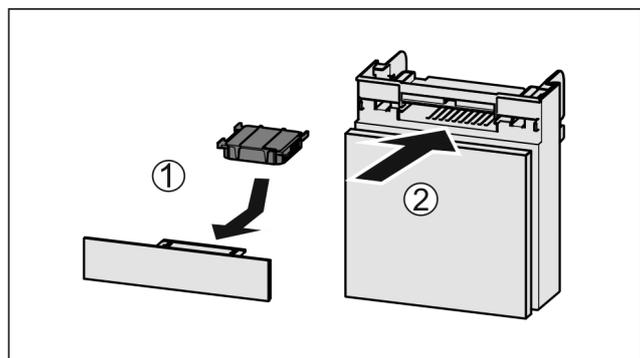

Fig. 124
- ▶ Inserire il vano Fig. 124 (2).